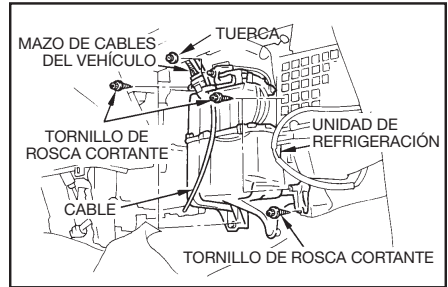

figura 2
**NOTA:** Para obtener instrucciones detalladas, consulte el manual de servicio del fabricante del vehículo (Ver figura 2).